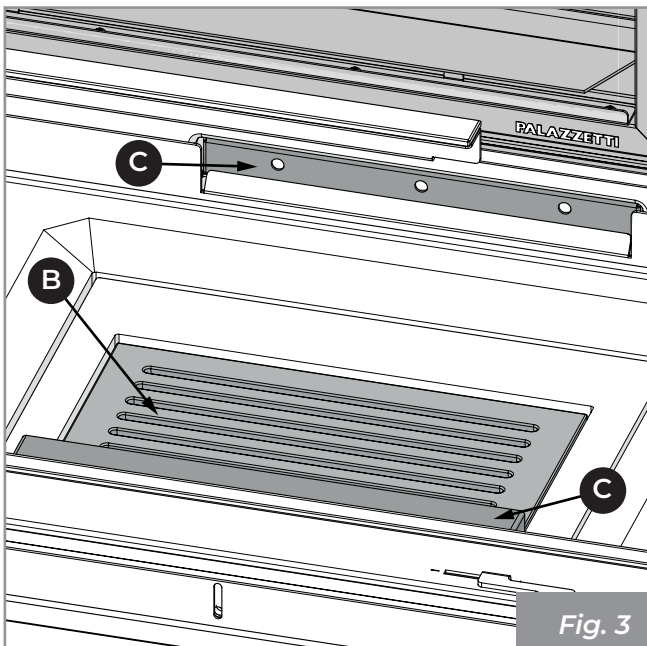

Fig. 3
- 3) Poser avec précaution les bûches de bois dans la chambre de combustion, en faisant attention de ne pas couvrir totalement les fentes de la grille (B) ainsi que les trous avant et arrière du distributeur d'air de combustion (C) (Fig. 3).